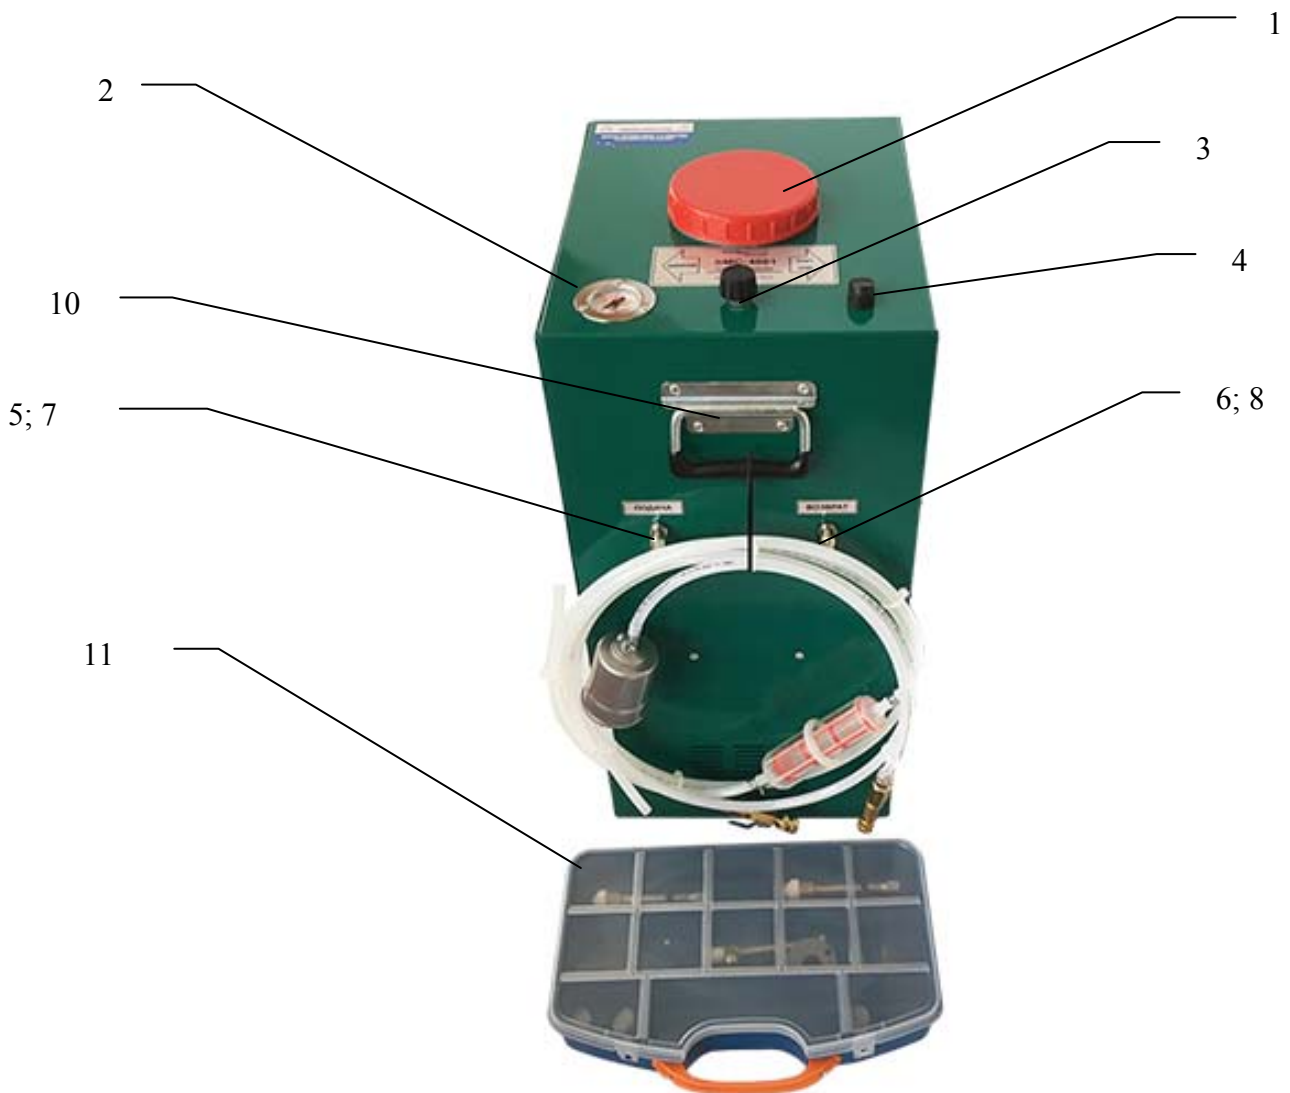

Рис.1 (конструкция стенда)
6.1 Проверить техническое состояние трубок стенда (рис.1, поз.4-5), главным образом Трубки ПОДАЧА. Трубки не должны иметь повреждений (изломов, порезов и т.д). Трубки необходимо присоединять к контуру избегая их перегиба. При подключении трубок убедитесь в надёжности соединения.
6.3 Залить Flushing Fluid в бак станда в бак станда через горловину с крышкой (рис.1, поз.1). Количество жидкости зависит от обслуживаемой системы, минимальный объем – около 1 литра. Соединить Трубку ВОЗВРАТ и Трубку ПОДАЧА станда с соответствующими адаптерами, присоединёнными ранее к системе кондиционирования автомобиля. Подключите станд к источнику питания Включить насос нажатием кнопки ПУСК/СТОП (рис.2, поз.4). Затем с помощью Регулятора давления (рис.1, поз.3) и Манометра (рис.1, поз.2) установите оптимальное давление для промывки данной системы (определяется обслуживающим персоналом СТО в зависимости от типа промываемой системы). Максимальное давление, развиваемое насосом станда 8 бар. Во избежание повреждения промываемой системы не превышайте давление подачи, рекомендованное производителем системы кондиционирования. Промывку следует производить сначала в обратном, затем в прямом направлении, в соответствии с движением хладагента в системе. Контролируйте очистку по степени загрязнения сетчатого фильтра для визуализации. Трубки ВОЗВРАТ (рис.1, поз.8)
Если в процессе промывки происходит утечка промывочной жидкости из соединений, необходимо выключить станд кнопкой ПУСК/СТОП (рис.1, поз.4), отсоединить электропитание, устранить причину утечки, после чего продолжить промывку.
6.6 В любой момент работы насос станда можно выключить кнопкой ПУСК/СТОП (рис.2, поз.4). При необходимости отсоедините Трубки ВОЗВРАТ и ПОДАЧА от соответствующих разъёмов станда (рис.1, поз.5,6)).